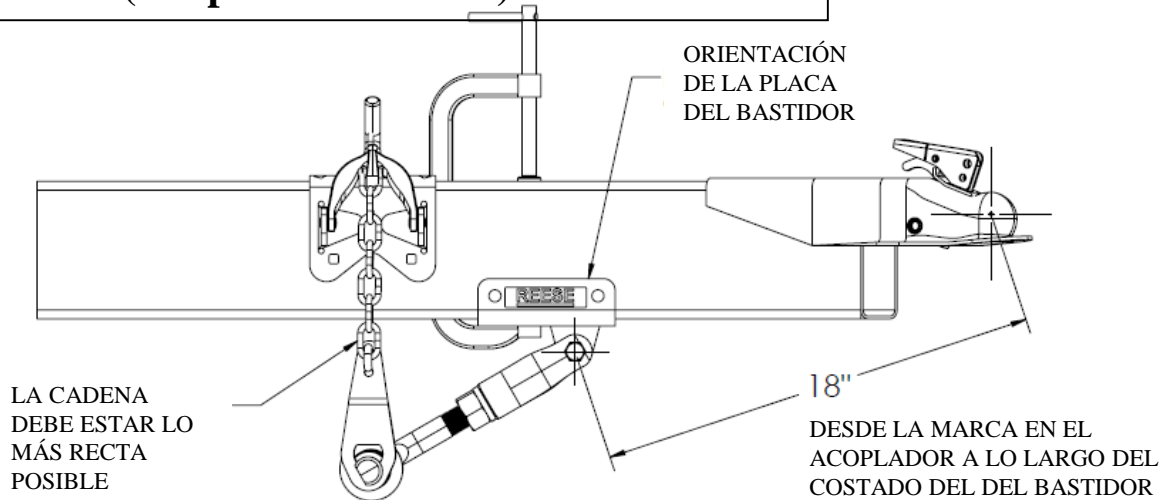

Figura 7 – Ubicaciones aproximadas del brazo de leva para kits de distribución de peso estilo Barra Redonda
5. Con una abrazadera en C adecuada para acomodar su altura del bastidor del remolque y la placa del bastidor del sistema Doble Leva HP, sujete temporalmente el ensamble del brazo Doble Leva HP al bastidor del remolque y placa del bastidor del sistema Doble Leva HP como se muestra en la **figura 6** para los kits de distribución de peso estilo Trunnion, para kits de distribución de peso estilo barra redonda, siga las **dimensiones en la figura 7**.